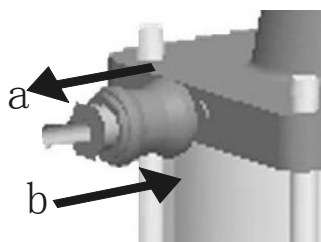

图 3.1
- 二、见图 3.1 滑阀朝箭头 a 方向拉出, 气缸回到最顶端。此时手轮离气缸缸盖的位置的高度就是上辅助行程的高度, 调节手轮与气缸缸盖的距离既调节了上辅助行程的高度。手轮顺时针方向旋转则手轮下移, 反之则上升。
- 三、见图 3.1 滑阀朝箭头 b 方向推进, 上辅助行程调节完成。